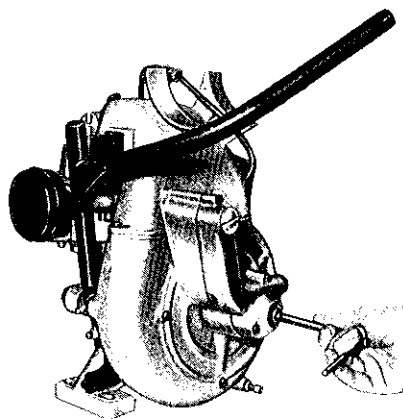

Bild 16. Reglerbefestigungsschraube ausdrehen
4. Reglerbefestigungsschraube ausdrehen (Bild 16).